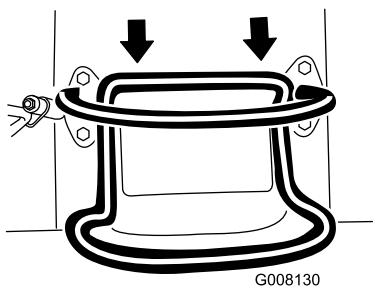

Figure 11
- Pour vous déplacer en marche arrière, tirez la commande de déplacement en arrière (Figure 11).